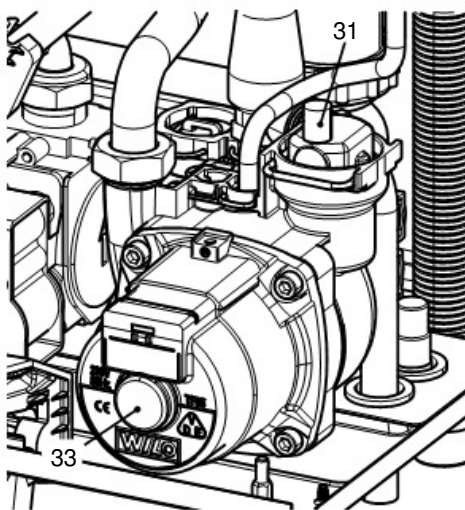

Figura 6.3
- Levante el tapón de la válvula de purga automática (31 en la Figura 6.3).
- Quite el tapón (33 en la Figura 6.3) y desbloquee la bomba girando el rodete con un destornillador.